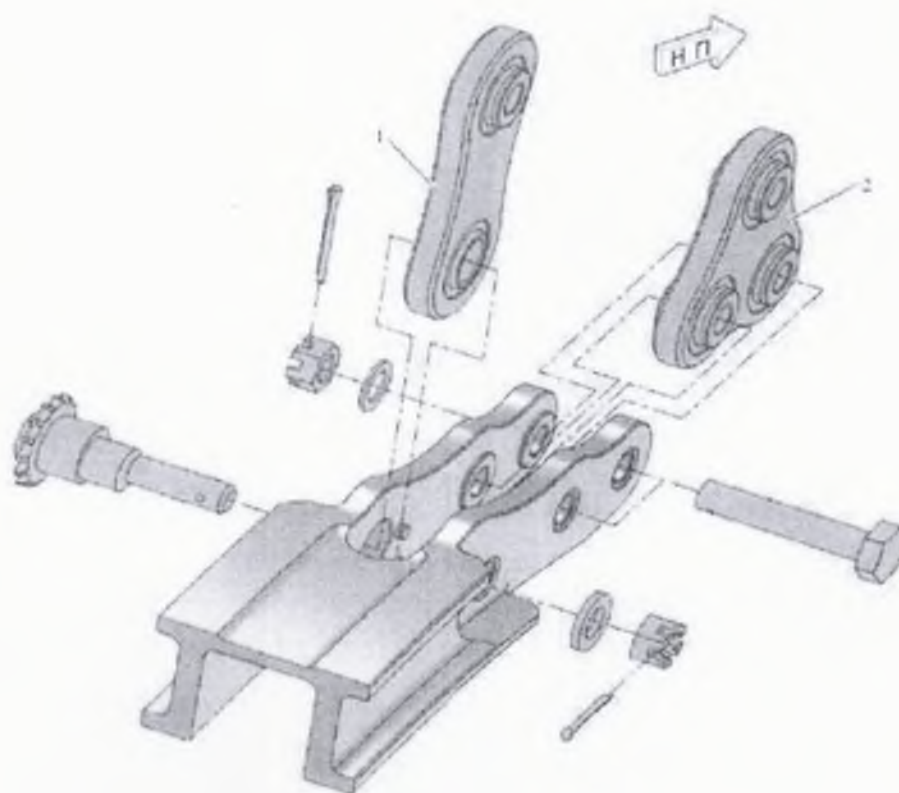
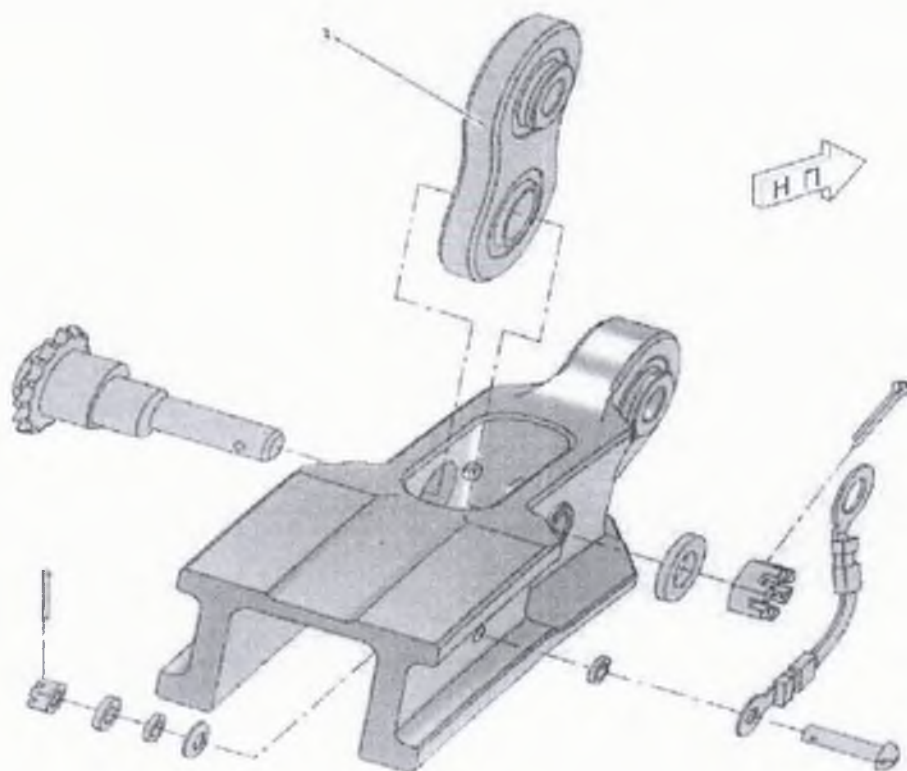

Рис. 1
Рис.2
1. На еженедельных формах ТО WY-Check/8 DY на ВС RRJ-95 Зав.№ 95030, 95037 и с 95116-95220 выполнять осмотры серёг рельсов (См. Рис.1 (поз.1,2) и Рис.2 (поз.3) и подшипников навески секций 2, 3 и 4 предкрылка левой и правой ОЧК в соответствии с положениями п. 4. Б. (2) и (6) Работ РЭ №57-43-00-220-802, 57-44-00-220-802 и 57-45-00-220-802 до внедрения СБ № RRJ-57-00451-БД «Крыло – Замена серёг навески предкрылка».